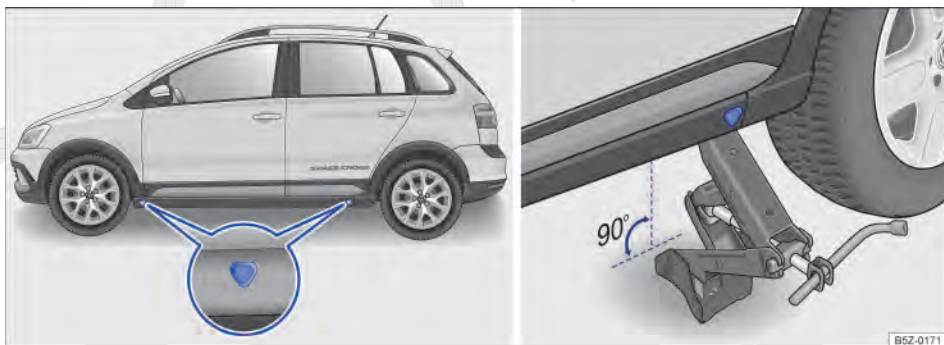

Fig. 166 Pontos de apoio do macaco e macaco posicionado no lado esquerdo traseiro do veículo.
O macaco somente pode ser posicionado nos pontos de apoio indicados (marcação na carroceria) ⇒ Fig. 166. É válido o ponto de apoio localizado próximo à roda correspondente ⇒ ⚠.
6. Procurar sob o veículo o ponto de apoio do macaco ⇒ Fig. 166 mais próximo da roda a ser trocada.
8. Garantir que a base do macaco, com toda sua superfície, esteja sobre o chão e que a base se encontre perpendicularmente abaixo do ponto de colocação ⇒ Fig. 166.
9. Alinhar o macaco e, simultaneamente, levantar a garra do macaco até ela se encaixar na travessa abaixo do veículo ⇒ Fig. 166.
- Posicionar o macaco somente nos pontos indicados. A garra do macaco deve se encaixar no perfil da longarina de forma segura ⇒ Fig. 166.